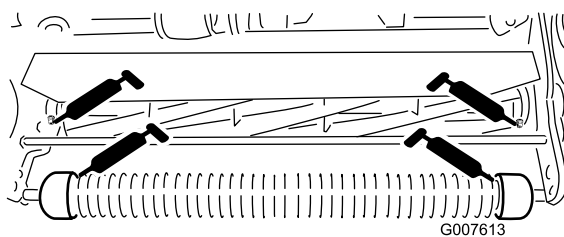

图24
- 前滚筒上 2 个 图24
- 滚刀轴承上 2 个 图24